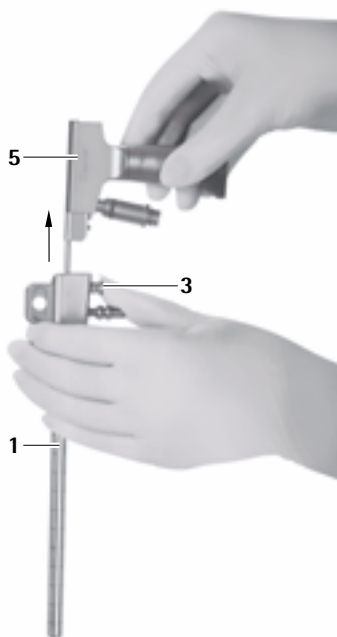

Fig. 8
- Pulsar el botón de desenclavamiento **3** y extraer el endoscopio **5** del trocar MINOP inVent **1**, ver Fig. 8.